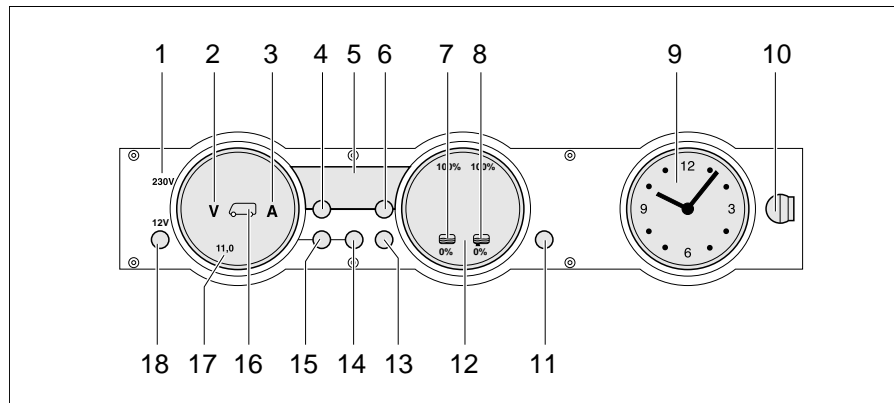

Bild 247 Panel MP 20-T
Die 230-V-Kontroll-Leuchte (Bild 247,1) leuchtet, wenn am Eingang des Elektroblocks Netzspannung vorhanden ist.
Der 12-V-Hauptschalter (Bild 247,18) schaltet das Panel und die 12-V-Versorgung des Wohnraums ein und aus.
- Taste "12 V" (Bild 247,18) kurz drücken. Die 12-V-Versorgung des Wohnraums ist eingeschaltet. Die Kontroll-Anzeige "12 V" leuchtet.
- ▷ Wenn nach dem Einschalten die LED "11,0" der Voltanzeige sowie das Symbol Volt "V" (Bild 247,2) im Anzeigeelement Batterien (Bild 247,17) blinken, dann ist die Spannung der Wohnraumbatterie zu gering. Batterie laden.
- ▷ Wenn nach dem Einschalten die Kontroll-Anzeige "12 V", das Symbol Wohnraumbatterie (Bild 247,16) und das Symbol Volt "V" (Bild 247,2) dreimal blinken, dann ist die Batterietrennung aktiviert. Batterietrennung deaktivieren.
- Taste "12 V" (Bild 247,18) kurz drücken. Die 12-V-Versorgung des Wohnraums ist ausgeschaltet. Die Kontroll-Anzeige "12 V" erlischt.
- Taste Wohnraumbatterie (Bild 247,14) drücken und ca. 10 Sekunden lang gedrückt halten. Die Symbole Volt "V" (Bild 247,2) und Ampere "A" (Bild 247,3) blinken dreimal. Die Wohnraumbatterie ist vom 12-V-Bordnetz getrennt.
- Taste "12 V" (Bild 247,18) drücken und ca. 5 Sekunden lang gedrückt halten. Das Symbol Volt "V" (Bild 247,2) blinkt dreimal. Die Wohnraumbatterie ist mit dem 12-V-Bordnetz verbunden. Die Kontroll-Anzeige leuchtet nach ca. 2 Sekunden.
- Taste Wohnraumbatterie "🔋" (Bild 247,14) drücken. Das Symbol Volt "V" (Bild 247,2) leuchtet. Das Symbol Ampere "A" leuchtet je nach Ladung oder Entladung weiß bzw. rot. Die Batteriespannung und der Strom der Wohnraumbatterie werden über die LEDs im Anzeigeeinstrument angezeigt.
- Taste Starterbatterie "🔋" (Bild 247,15) drücken. Das Symbol Volt "V" (Bild 247,2) leuchtet. Die Batteriespannung der Starterbatterie wird über die LEDs im Anzeigeeinstrument angezeigt.
- Taste Tanks "  " (Bild 247,13) drücken. Die Symbole Wassertank "  " (Bild 247,7) und Abwassertank "  " (Bild 247,8) leuchten. Die Füllstände des Wassertanks (linke Skala) und des Abwassertanks (rechte Skala) werden über die LEDs im Anzeigeeinstrument angezeigt.
Das Symbol Volt "V" (Bild 247,2) und die LED "11,0" blinken, sobald die Spannung der Batterie 11 V (Messung bei laufendem Betrieb) unterschreitet und damit Tiefentladung droht.
Das Symbol Wassertank "  " (Bild 247,7) oder das Symbol Abwassertank "  " (Bild 247,8) blinkt, wenn der Wassertank leer oder der Abwassertank voll ist.